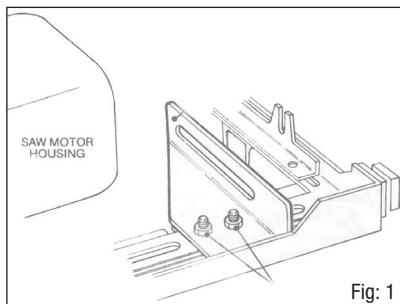

Fig: 1
1. Liberamente montare la staffa di base (A) sul telaio scorrevole, come in Fig. 1, in modo che la sua sezione verticale sia in linea o solo libera dalla estremità della carcassa del motore sega.
2. Utilizzare due bulloni della rotella $\frac{1}{4}'' \times \frac{1}{2}''$ (I) rondelle a molla e dadi $\frac{1}{4}''$ (J) e restringere soltanto a mano.